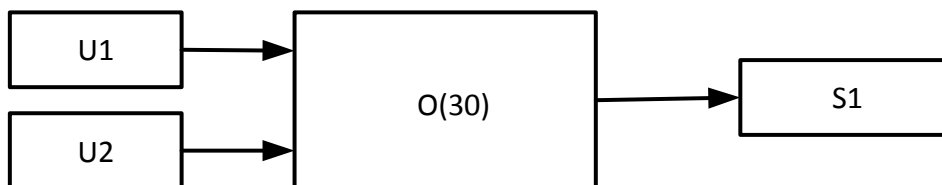

Рис. 4. Вариант 4 (Функциональная схема СМО)
4. СМО состоит из двух источников заявок ($U1$ – основной и $U2$ – вспомогательный), очереди конечной длины и сервера обслуживания (рис. 4). Исследуйте характеристики СМО при наличии «часа пик» – источник $U2$.